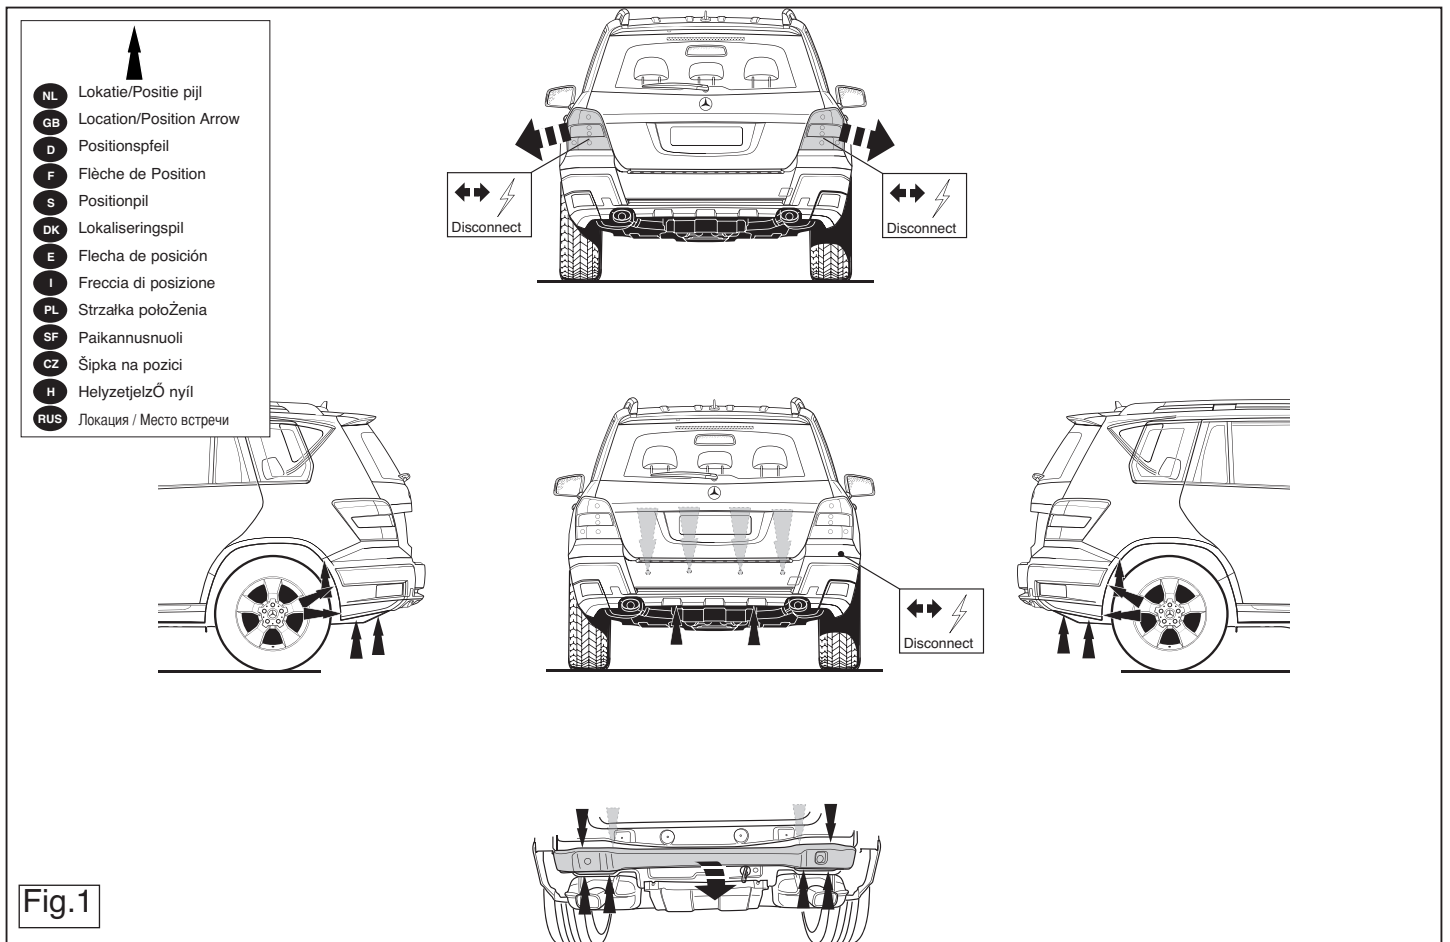

Fig.1
2. Remove the bumper and the steel buffer beam from the vehicle. The buffer beam will no longer be needed. See figure 1.
2. Die Stoßstange einschließlich des stählernen Stoßbalkens vom Fahrzeug abmontieren. Der Stoßbalken wird nicht mehr benötigt. Siehe Abbildung 1.
13. Den angegebenen Teil mit Hilfe der Schablone aus der Stoßstange heraus schneiden. (Schablone außen auf der Stoßstange anlegen). Siehe Abbildung 1.
2. Déposer le pare-chocs du véhicule y compris la traverse en acier la traverse ne sera plus utilisée. Voir la figure 1.
2. Demonter kofangeren, inklusive køretøjets stålstødbjælke. Denne bliver overflødig. Se fig. 1.